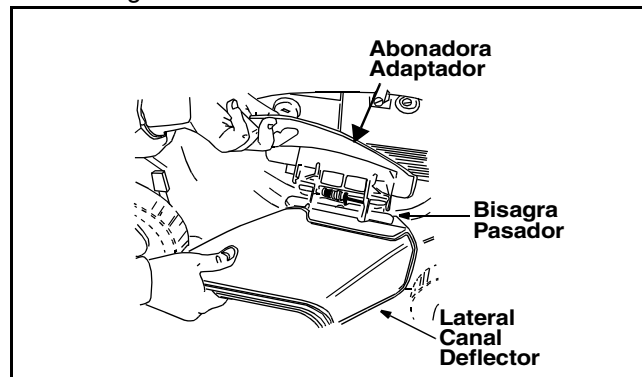

Figura 10
- Su podadora ha sido enviada como abonadora. Para convertirla en una podadora de descarga lateral, levante el adaptador para la abonadora. Deslice los dos ganchos en el deflector de descarga lateral bajo el pasador de bisagra en el adaptador para la abonadora. Baje el adaptador. Vea Figura 10.